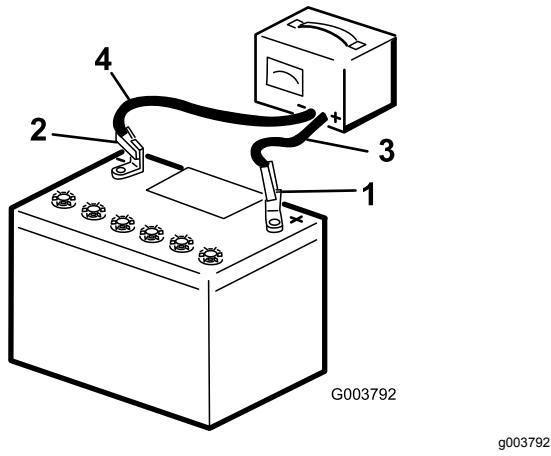

Figure 38
2. Chargez la batterie au régime de 3 à 4 ampères durant 4 à 8 heures (Figure 38). Ne chargez pas la batterie excessivement.
3. Quand la batterie est chargée au maximum, débranchez le chargeur de la prise, puis débranchez les fils du chargeur des bornes de la batterie (Figure 38).